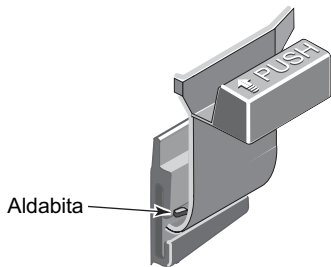

Figura 7 - Pestillo de Seguridad
PESTILLO DE SEGURIDAD (Ver Figura 7)
1. Oprima la aldabita ubicada en el interior del pestillo de seguridad y oprima o golpee el pestillo para sacarlo de la ranura "T" del tanque (ver Figura 7).